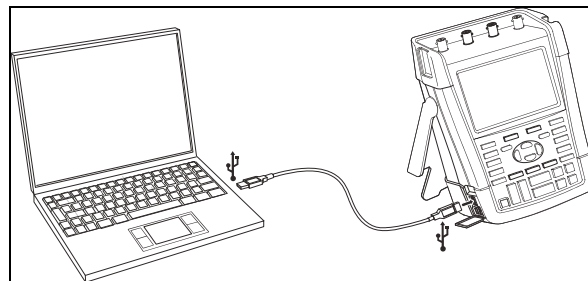

図 36. コンピューターへの接続
- USB-A/mini-USB-B インターフェースケーブルを使って、コンピューターを本器のミニ USB ポートに接続します (図 36 を参照)。